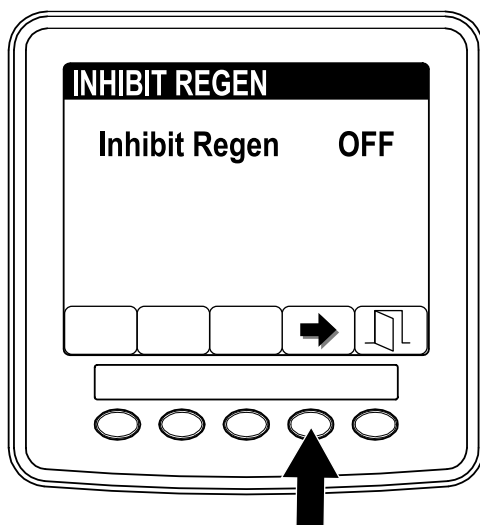

Рисунок 42
3. Нажмите кнопку 4, чтобы изменить настройку запрета регенерации с On (Вкл.) на Off (Выкл.) (Рисунок 42) или с Off (Выкл.) на On (Вкл.).